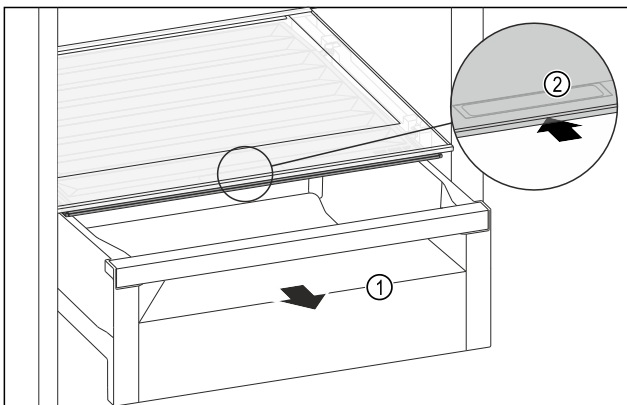

Fig. 138
- ▶ Schubfach Fig. 138 (1) herausziehen.
- ▶ Griffmulde Fig. 138 (2) am Fachdeckel anfassen und Fachdeckel gleichzeitig nach hinten schieben.